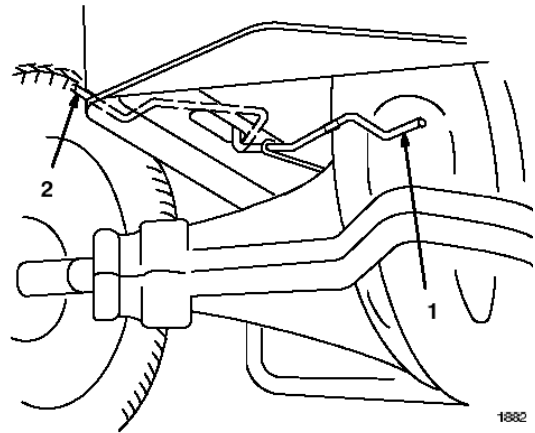

图7
2、将驱动控制放在“PUSH”推的位置。(图7)
4、将驱动控制放在“Operate”操作位置(图7)拖拉机向前再向后行进5英尺。重复3次。